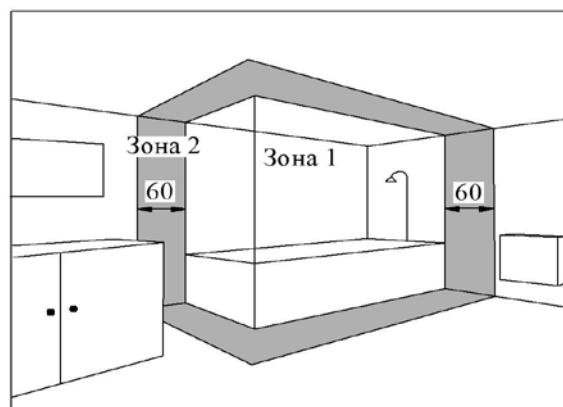

Рис. 4
4.6 Конвекторы допускается устанавливать в ваннах комнатах, душевых, бассейнах (см. рис. 4). При этом установка конвектора запрещается: